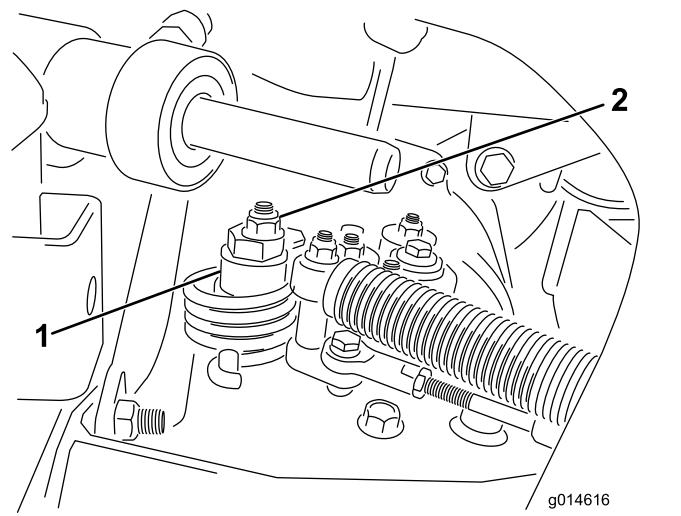

Figura 46
- Afloje la tuerca que sujeta el excéntrico a la parte superior del hidrostato (Figura 46).
- C. Gire el excéntrico hasta que no haya movimiento en ningún sentido. Cuando la rueda deje de girar, apriete la tuerca para bloquear el excéntrico y el ajuste (Figura 46). Compruebe el ajuste con el acelerador en las posiciones LENTO y RÁPIDO.